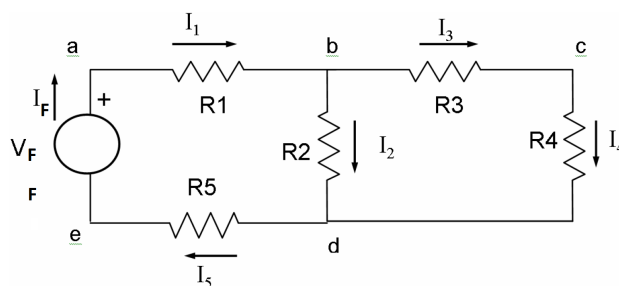

Figura 6.1: Circuito com várias malhas.
A lei das malhas de Kirchhoff afirma que a soma algébrica das diferenças de potencial em qualquer malha fechada é zero. Aplicando a lei das malhas para a primeira e segunda malha do circuito mostrado na Figura 6.1 temos:
A lei dos nós afirma que a soma algébrica das correntes chegando e saindo de qualquer nó é zero. Aplicando a lei dos nós para os quatro primeiros nós do circuito mostrado na Figura 6.1 temos:
1. Monte o circuito mostrado na Figura 6.1. Use